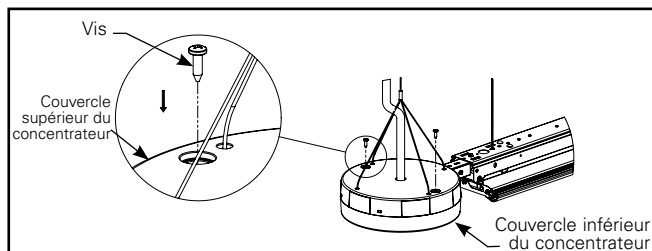

Figure 11.3.
- C. Installez la vis entre le couvercle supérieur et le couvercle inférieur du concentrateur à deux endroits (figure 11.3).